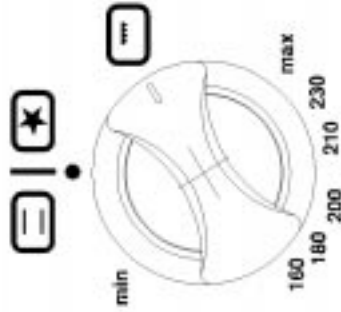

fig. 15
- premere leggermente la manopola e ruotarla in senso orario in posizione grill (fig. 15).
- press the knob slightly and turn it clockwise to the grill position (fig. 15);
- appuyer légèrement sur le bouton et tourner dans le sens horaire jusqu'à la position gril (fig. 15).
- den Drehknopf leicht drücken und in den Uhrzeigersinn auf Grill stellen (Abb. 15).
- Presionar levemente el botón girar en sentido horario en la posición grill (fig. 15).